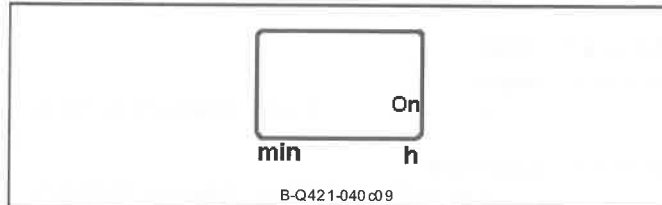

Abb. 9-2 Anzeigefenster ohne Spannungsversorgung
- keine Segment- bzw. LED-Anzeige (Abb. 9-2)